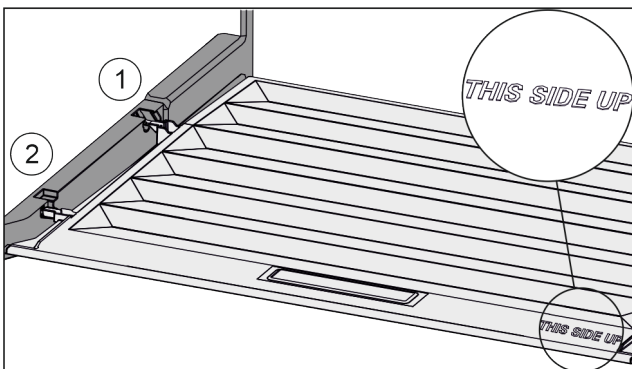

Fig. 92
- ▶ Пъхнете шийките на капака през отвора в задния държач Fig. 92 (1) и фиксирайте отпред в държача Fig. 92 (2).